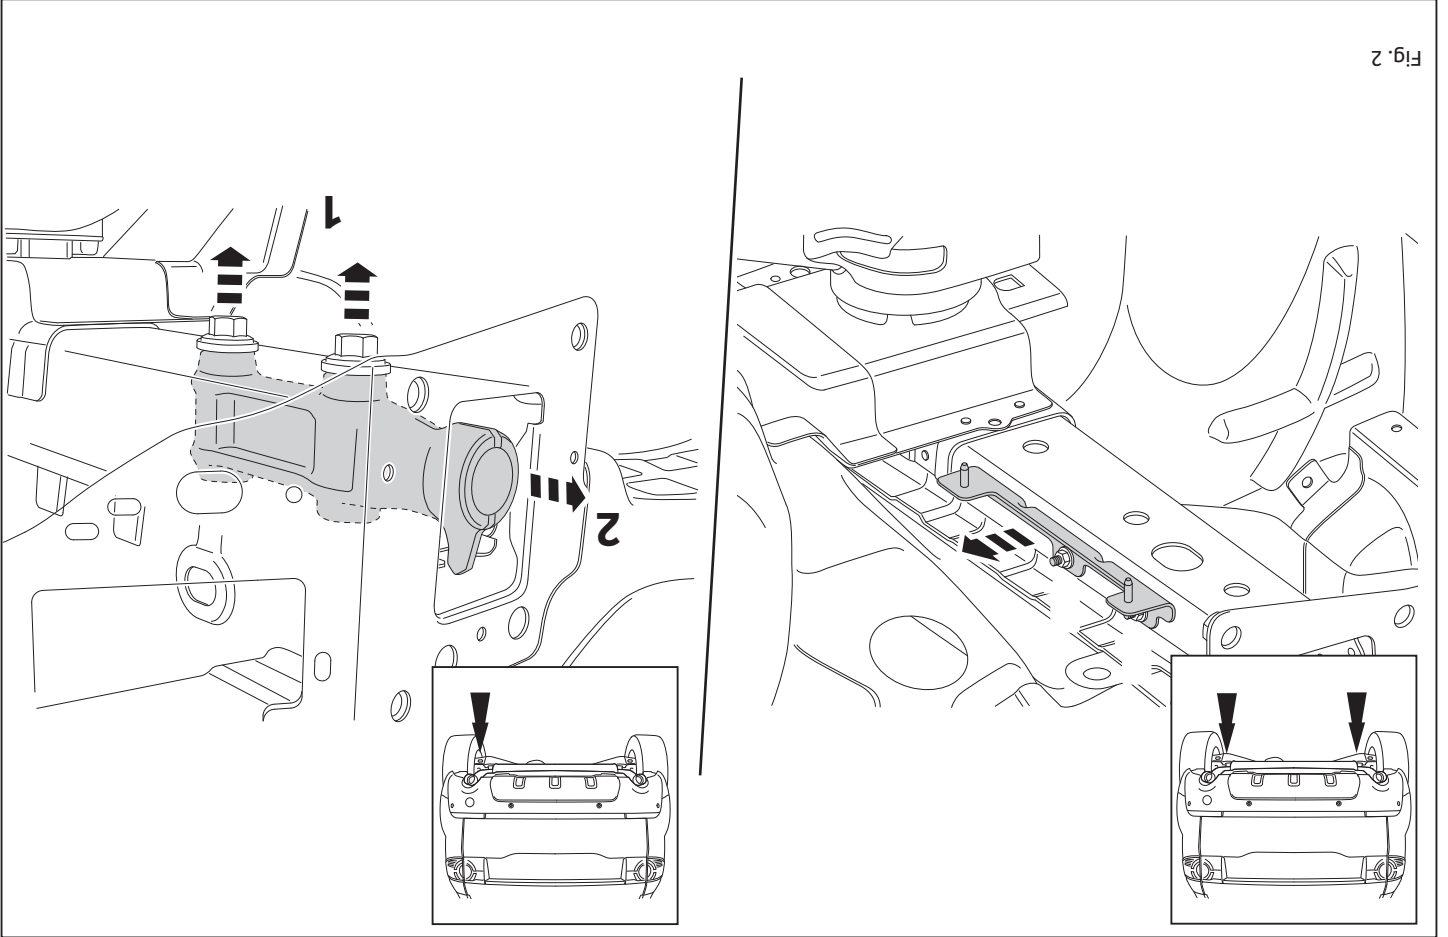

Fig. 2
5. Den angegebenen Teil abmontieren. Siehe Abbildung 2.
5. Démontez la partie indiquée. Voir la figure 2.